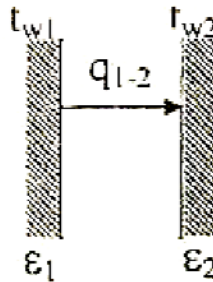

Рис.6.1. Лучистый теплообмен между поверхностями без экрана
1) Между поверхностями НЕТ экрана, рис. 6.1.